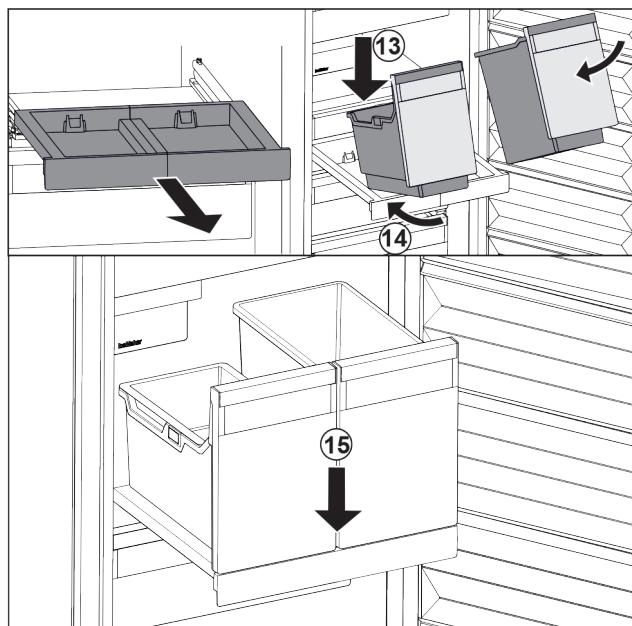

Fig. 28
- Nasadte nádobu šikmo na vyťahovaciu poličku. Fig. 28 (13)
- Zasuňte nádobu šikmo dozadu. Fig. 28 (14)
- Zložte nádobu vpred. Fig. 28 (15)